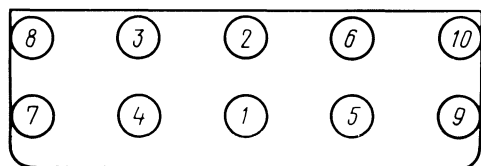

Рис. 3. Последовательность подтяжки гаек крепления головки цилиндров
- гаек головки блока цилиндров моментом 8,5–9,0 даН·м (8,5–9,0 кгс·м) в порядке, указанном на рис. 3;